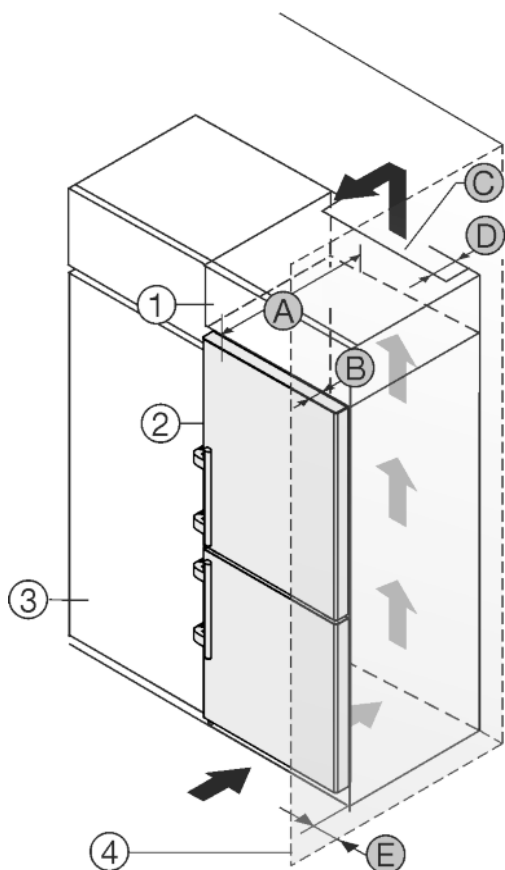

Fig. 26
Уредът може да е обграден с кухненски шкафове. За да изравните височината на уреда Fig. 26 (2) с височината на вградената кухня, над уреда може да се постави шкаф-пристройка Fig. 26 (1).
Уредът да се постави непосредствено до кухненски шкаф Fig. 26 (3). За да могат вратите да се отворят изцяло, уредът трябва да е издаден с дълбочината Fig. 26 (B) спрямо лицето на кухненския шкаф. В зависимост от дълбочината на кухненските шкафове и използването на детайли за отстояние от стената, уредът може да излезе още по-напред.
- От задната страна на шкафа-пристройка трябва да има вентилационен отвор с дълбочина Fig. 26 (D) по цялата ширина на шкафа-пристройка.
- Под тавана на помещението трябва да се спази сечението за вентилация Fig. 26 (C).
Когато уредът се поставя с пантите до стена Fig. 26 (4), трябва да бъде спазено разстоянието Fig. 26 (E) между уреда и стената. Това отговаря на разстоянието, с което дръжките стърчат при отворена врата.